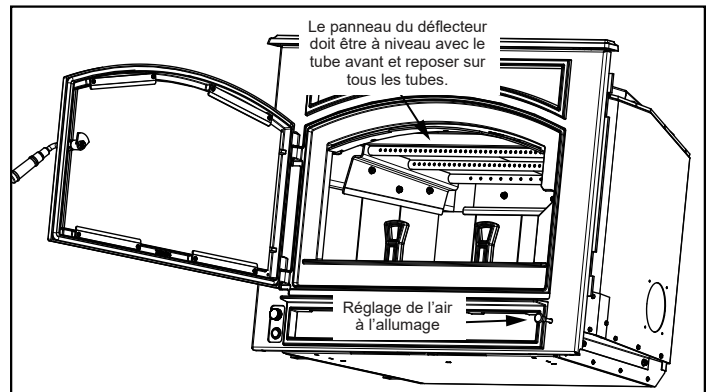
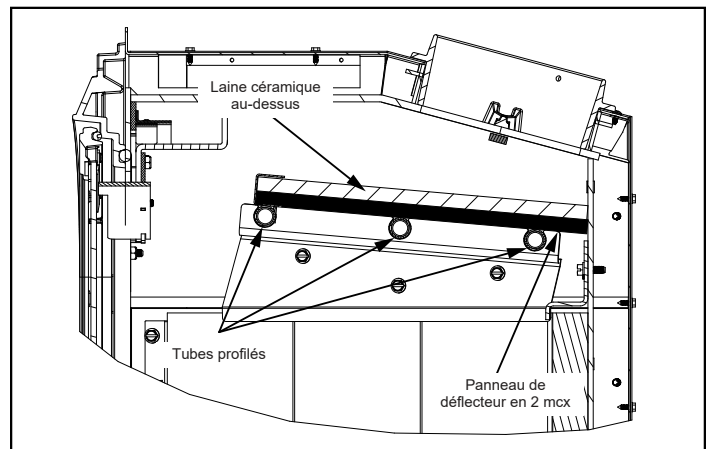

Figure 13.1
Figure 13.2
1. Veillez à ce que le déflecteur et la laine céramique soient correctement placés. Ils doivent être à égalité du tube avant et reposer sur tous les tubes (**Figure 13.1 et Figure 13.2**).